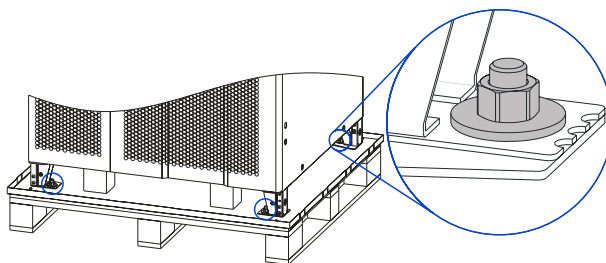

Figura 3-6 Posición de los tornillos
5. Después de revisar el equipo, use una llave de cubo para desenroscar los tornillos que conectan el equipo a la parte fija. La posición de los tornillos se muestra en la figura 3-6. (Aquí, se utiliza el UPS-IND HF 13400 como ejemplo.)
6. Después de revisar el equipo, use una llave de cubo para desenroscar los tornillos que conectan el equipo a la tarima. La posición de los tornillos se muestra en la figura 3-6. (Aquí, se utiliza el UPS-IND HF 13400 como ejemplo).